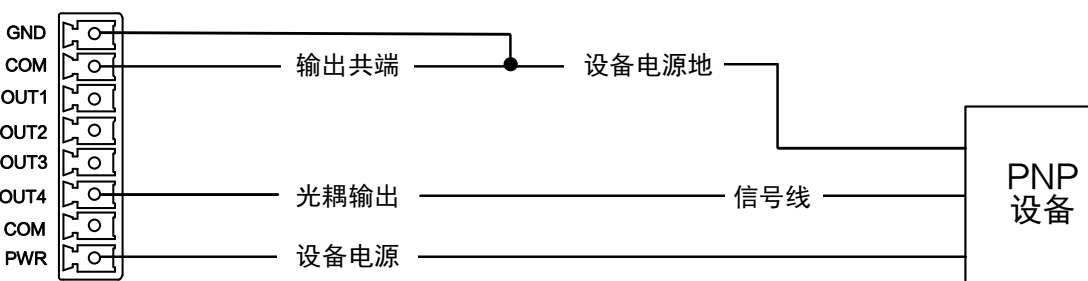

图4-17 输出信号接 PNP 设备（方式 2）
- 外部设备可通过光源控制器的 PWR、GND 接口进行供电，供电电压为 24V，最大输出电流为 150mA，接线图请参见图4-17所示。